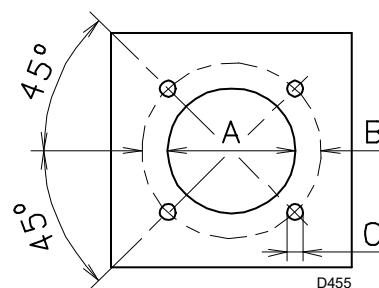

Рис. 15
Просверлите отверстия в плите, закрывающей камеру сгорания, как показано на Рис. 15 (Табл. К). Положение резьбовых отверстий можно разметить с помощью теплового экрана из комплекта горелки.
- Вставьте горелку в ранее подготовленное отверстие котла (Рис. 15) и закрепите ее при помощи винтов из комплекта поставки.